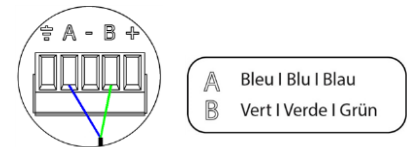

Fig. 30
②. Fissare i cavi con le viti del morsetto rispettando il codice dei colori (Fig. 30).